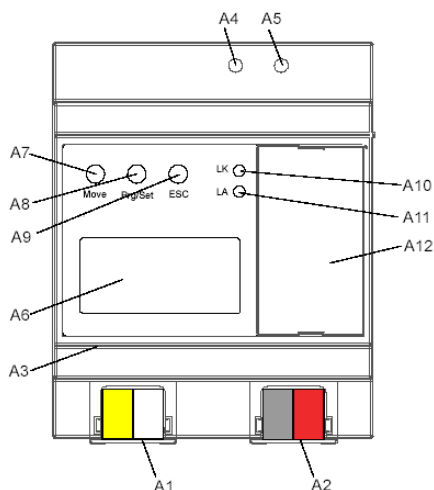

Bild 1: Lage der Anzeige- und Bedienelemente
- Verbinden Sie die Hilfsspannung AC/DC 24V mit der gelb-weißen Busklemme (Bild 1, A1).
- Verbinden Sie die Busleitung mit der schwarz-roten Busklemme (Bild 1, A2).
- Stecken Sie ein Ethernet Patchkabel mit RJ45 Stecker in die RJ45 Buchse (Bild 1, A3), um das Gerät mit dem LAN / Intranet zu verbinden.
Es besteht eine Verbindung zu einem Netzwerk, wenn die gelbe LED mit der Kennzeichnung LK (Bild 1, A10) dauernd leuchtet. Wenn die LED LA (Bild 1, A11) aufleuchtet, werden Daten vom bzw. zum Gerät gesendet.
- Entfernen Sie zuerst das Ethernet Patchkabel aus der RJ45 Buchse (Bild 1, A3).
- Entfernen Sie die gelb-weiße Busklemme (Hilfsspannung) aus der Buchse (Bild 1, A1).
- Entfernen Sie die schwarz-rote Busklemme (Busleitung) aus der Buchse (Bild 1, A2).
- Heben Sie den Batteriefachdeckel (Bild 1, A12) mit einem Schraubendreher ab.
- Drücken Sie den Batteriefachdeckel (Bild 1, A12) wieder auf die Öffnung.